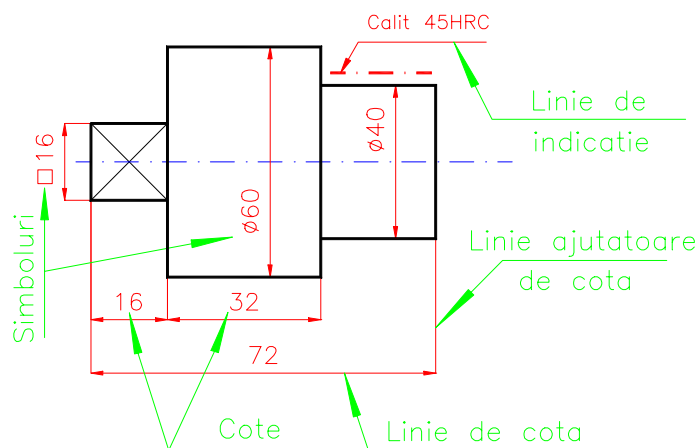
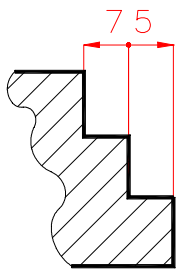
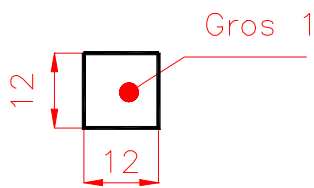
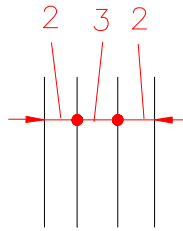

Figura 1 Elementele cotării
Figura 4 Combi-nație de puncte cu săgeți
Figura 10 Linie de indicație terminată printr-un punct
Figura 11 Linii de indicație care se referă la linii de cotă
Linia de cotă este prevăzută la ambele capete cu săgeți (*Figura 1*), bare sau combinații de puncte cu săgeți (*Figura 4*).
termină printr-o săgeată când se referă la un contur (*figura 1*), cu un punct îngroșat când se referă la o suprafață (*figura 10*) și, fără săgeată sau punct, când se referă la o linie de cotă (*figura 11*).
singură proiecție (de regulă piesele foarte subțiri) grosimea acestora se notează la capătul unei linii de indicație (figura 10), sau în interiorul acestora.
- ✓ Când spațiile afectate cotării nu permit înscrierea cotelor se folosesc linii de indicație (figura 11).
- ✓ La piesele de revoluție, cotele se înscriu alternativ, de o parte și de alta a axei (figura 1). Când nu este posibil acest lucru, cotele se pot înscrie pe axă cu condiția ca în zona respectivă axa să se întrerupă.